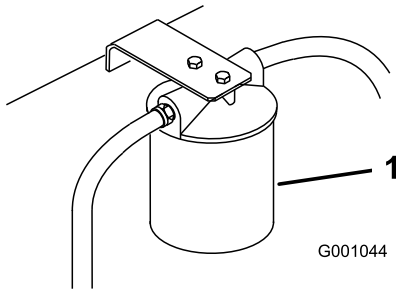

Figura 62
3. Collocate una bacinella di spurgo sotto il filtro, togliete il filtro usato e pulite la guarnizione di riduzione del filtro (Figura 62).